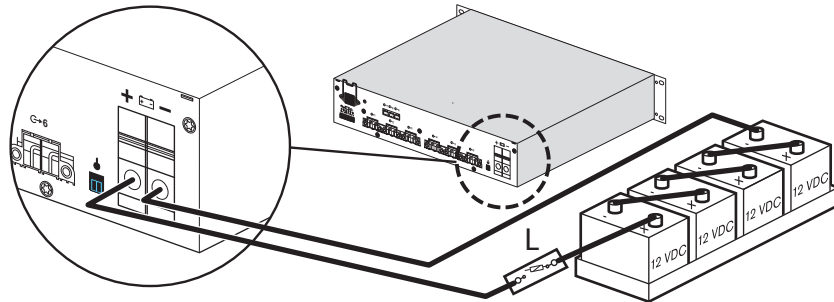

Figura 6.4 Ligue várias baterias em série para o carregador de bateria PLN-48CH12 (48 Vcc)
- Ligue sempre as baterias em série. *Figura 6.4* apresenta um exemplo de uma ligação de quatro baterias de 12 Vcc ao Carregador de bateria PRS-48CH12.
- Utilize sempre um disjuntor de fusíveis de bateria (L) o mais próximo possível da bateria.